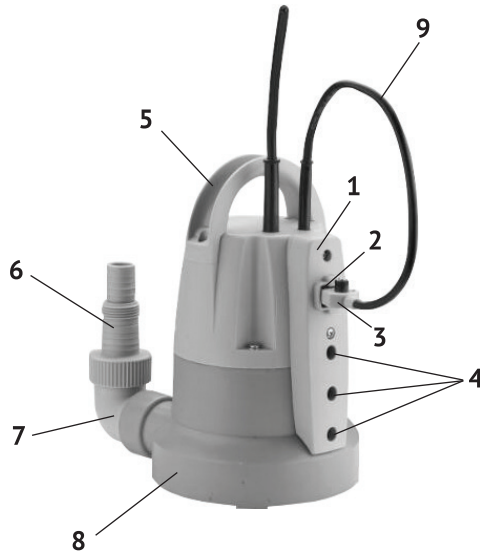

рис.1
2.4 Общий вид насоса представлен на рис.1
2.5 Двигатель и насос расположены в пластиковом корпусе (рис.1 поз.8). К корпусу насоса крепится розетка (рис.1 поз.1) с разъёмом включения ручного режима (рис.1 поз.2) и гнездами (рис.1 поз.4) установки сенсорного датчика
уровня воды (рис.1 поз.3) в автоматическом режиме.
4.2 Прикрутите к корпусу насоса (рис.1 поз.4) угловой патрубков (рис.1 поз.7) Установите (если не установлен) в него обратный клапан (входит в комплект поставки). Установка обратного клапана предотвращает возврат откачанной жидкости на осушенную поверхность. Прикрутите к угловому патрубку выходной штуцер (рис.1 поз.6), смонтируйте и присоедините к выходному штуцеру напорную магистраль. Рекомендуется использовать максимально возможный диаметр шланга (1½ дюйма). При этом не используемые разъемы можно срезать. При установке насоса для временного использования как правило устанавливаются гибкие шланги, при стационарной установке напорная магистраль собирается из жестких труб.
Сенсорный датчик уровня воды (рис.1 поз.3) устанавливается в одно из гнезд (рис.1 поз.4) розетки. Таким образом, выбирается уровень включения/отключения насоса, при подъеме/опускании уровня воды. При разрыве контакта между сенсорным датчиком и водой насос продолжает работу в течение 3-х минут. Это позволяет откачать воду до более низкого уровня и помогает защитить двигатель от частых включений.
При установке сенсорного датчика в разъем (рис.1 поз.2), насос переводится в ручной режим работы. При ручном режиме вода откачивается до уровня 1 мм от нижнего края корпуса насоса.
4.5 При необходимости (замусоренное, неровное дно) привяжите верёвку (трос) к ручке (рис.1 поз.5) насоса. Кабель питания можно закрепить на этой верёвке.